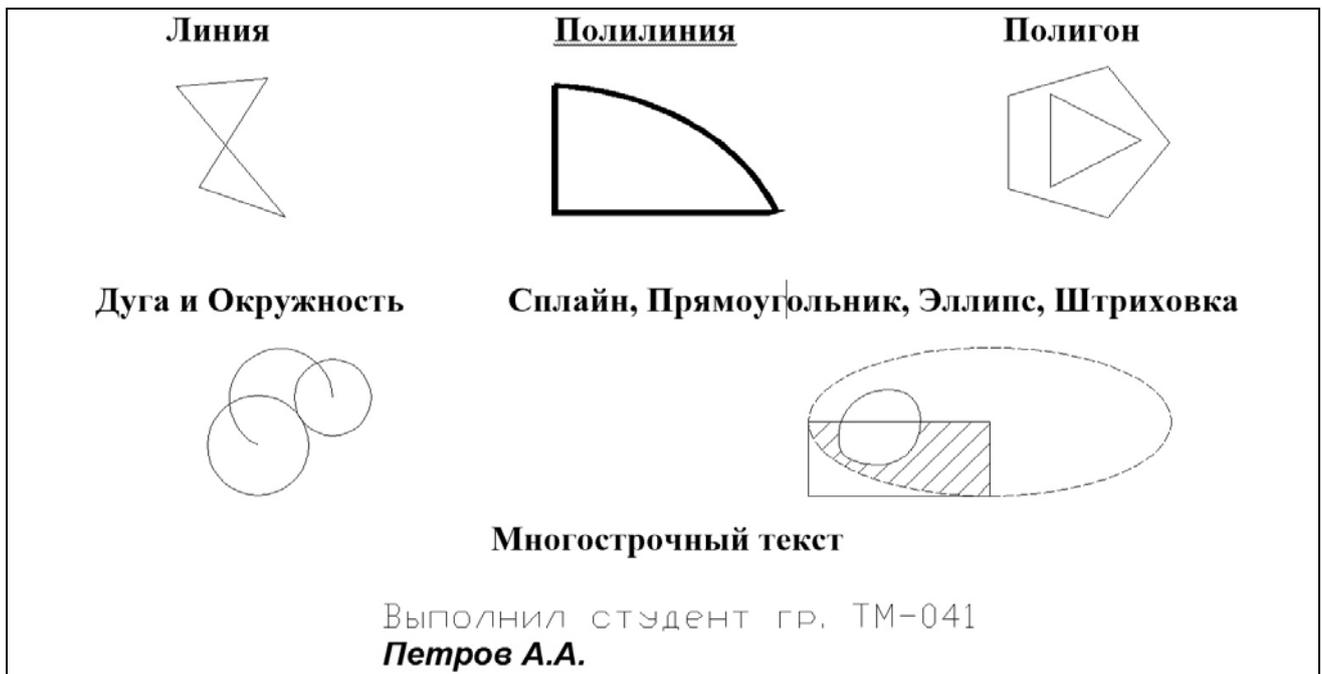

Рисунок 1.1
- 4 Используя панель **Рисование** выполнить построение простых фигур произвольных размеров с использованием команд (рисунок 1.1).